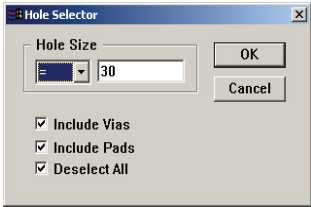

图 6-42 “Hole Selector”对话框
- Hole Size: 选中内孔直径满足指定条件的焊盘和过孔。执行该命令后, 系统将弹出如图 6-42 所示的“Hole Selector”对话框, 定义孔直径。